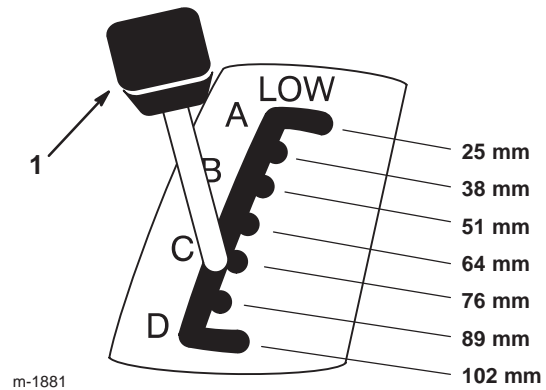

Bild 6
1. Ziehen Sie den Schnitthöhenhebel nach oben in die gewünschte Position (Bild 6).